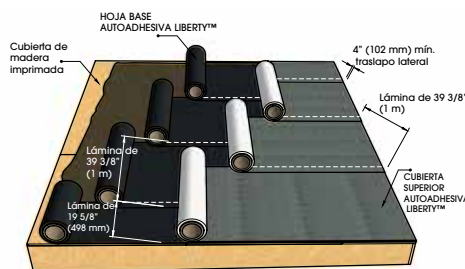

Figura 1
2. **Comience en el punto bajo del techo** y alinee con el metal del borde, con el borde para traslapo (ver figura 1) en el lado alto del techo.